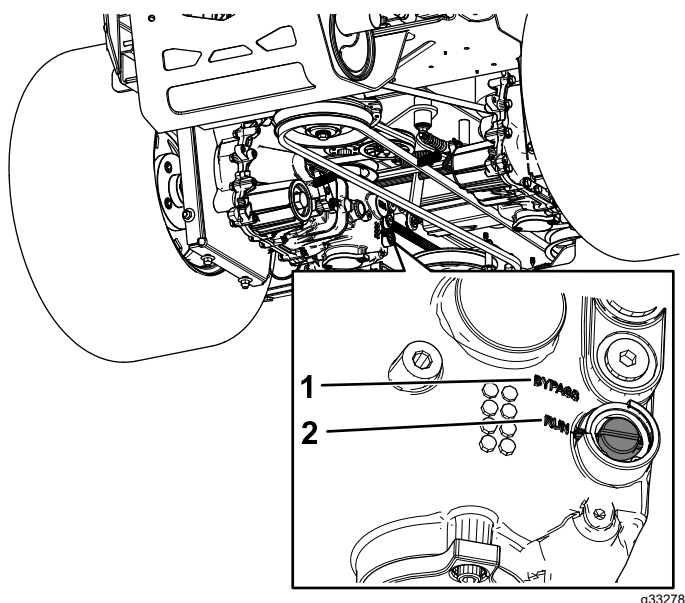

Figura 38
3. Avec un tournevis à lame plate, tournez les deux cames à la position de dérivation (BYPASS) (Figura 38).
5. Pour utiliser la machine, tournez les deux cames de dérivation à la position de marche (RUN) (Figura 38).